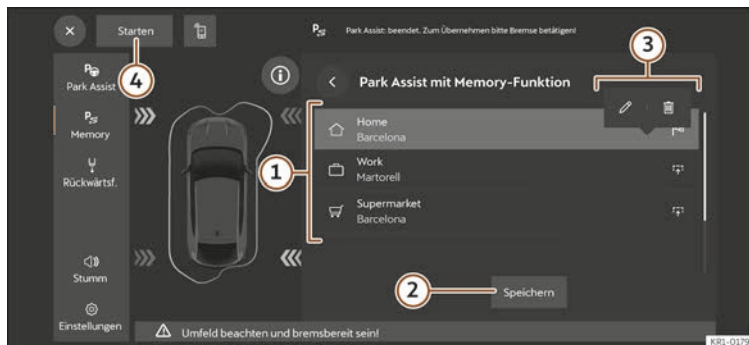

Abb. 148 Schematische Darstellung: Menü des Parksystems mit Memory-Funktion.
- Wählen Sie die Funktionsfläche, weisen Sie das gewünschte Symbol (>>> **(Abb. 148)** ) zu und bestätigen Sie es.
>>> (Abb. 148) .